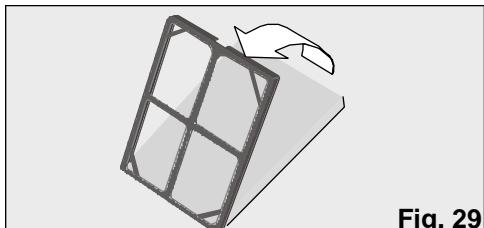

Fig. 29
- Verificar que o filtro purificador duplo activo esteja colocado no posicionador; caso contrário, instale-o tal como se indica na Fig 29. Colocar a parte escura do filtro em contacto com o posicionador.